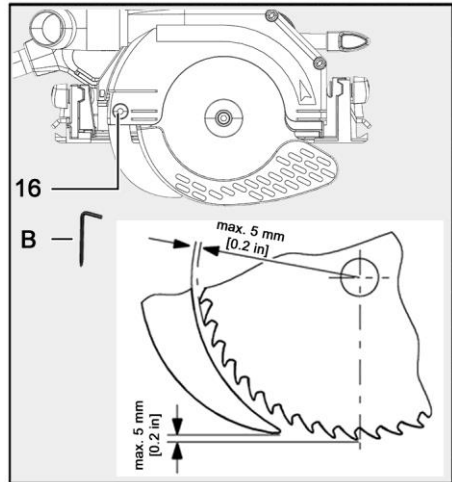

Fig. 52: Distancia de la cuña de partir a la hoja de sierra
- Respetar la distancia máxima con el disco de sierra (ver fig. 52).